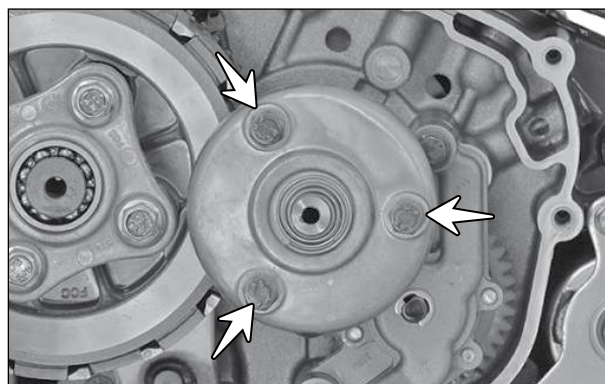

Fig. 2.15
- Remova os parafusos (M6x16) (setas) de fixação da tampa do filtro centrífugo. (Fig. 2.15)